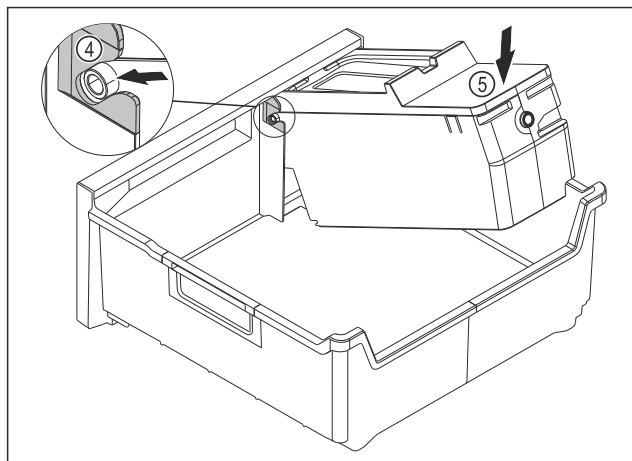

Fig. 91
- ▶ Montering af EasyTwist-Ice-legemet: Skub EasyTwist-Ice-legemets akser ind i føringerne Fig. 91 (4).
- ▶ Tryk EasyTwist-Ice-legemet Fig. 91 (5) ned bagtil.